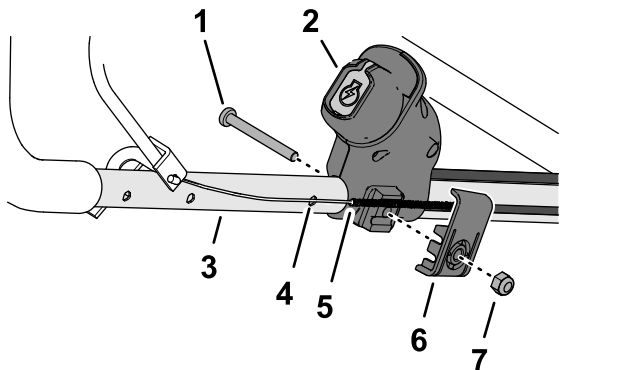

Figura 12
- Monte o interruptor de arranque elétrico na pega conforme mostrado (Figura 12).